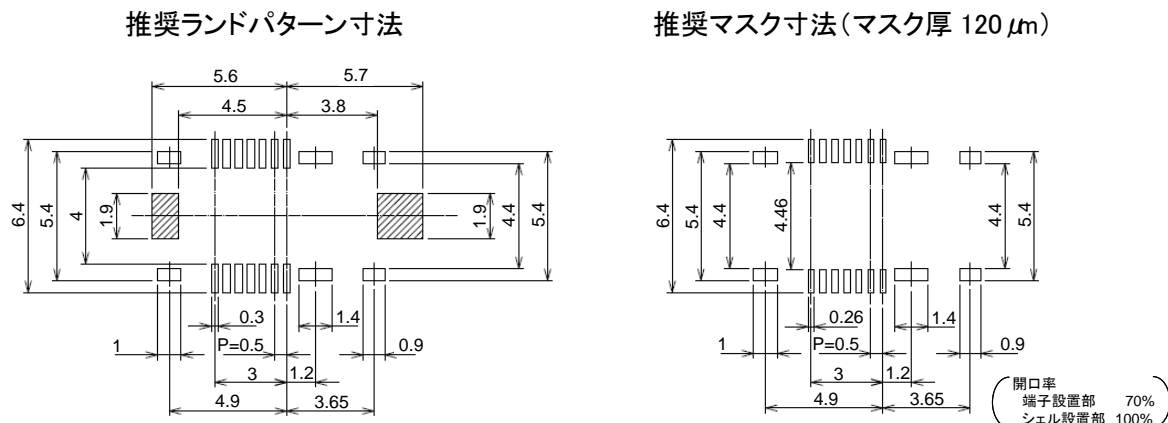

図 2.4(A) TX/RX レセプタクル推奨ランドパターン・マスク
※注 3 : 図 2.4(A) の斜線部は金属シェルに近くショートする可能性があるため、レジスト無しのビア等を配置しないこと。